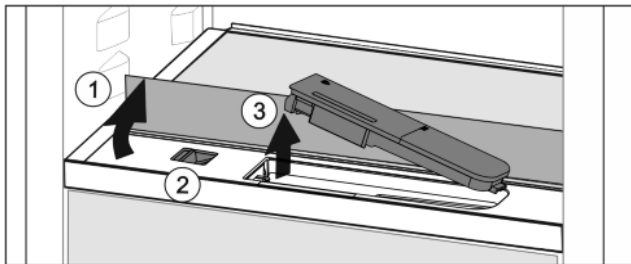

Fig. 38
- ▶ Поднять стеклянную панель и откинуть до упора назад Fig. 38 (1).
- ▶ Сдвиньте ползунок Fig. 38 (2) влево.
- ▶ Вынуть бак для воды Fig. 38 (3).